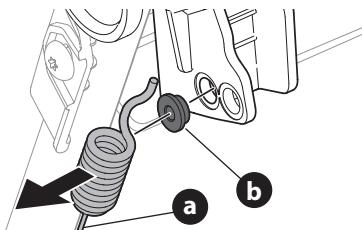

Figure 31
- Décrochez le câble (a) et retirez le coussinet en métal (b) de la commande d'entraînement en plastique (Figure 31).